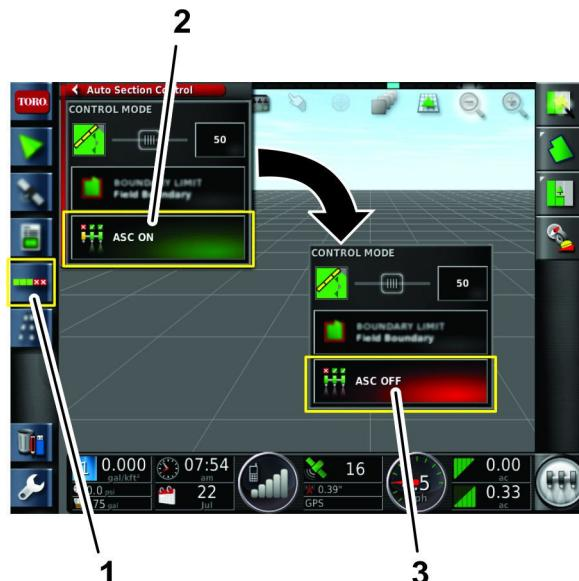

Figura 94
- A. Abra el icono de ASC (Controlador automático de sección) (Figura 94).
- B. Pulse el icono ASC a DESACTIVADO (Figura 94).